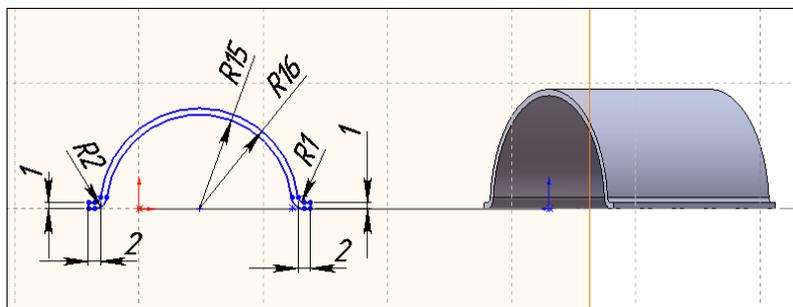

Рис. 2.79
5. Построим второе сечение патрубка, для чего выберем **Плоскость1** и нарисуем эскиз второго профиля детали (рис. 2.79).